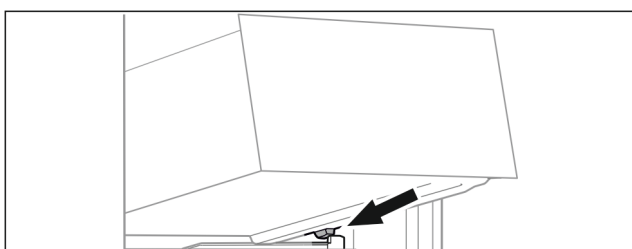

Fig. 85
- ▶ Sæt skuffen skråt bag stoppene på beholderristen. (se Fig. 85)